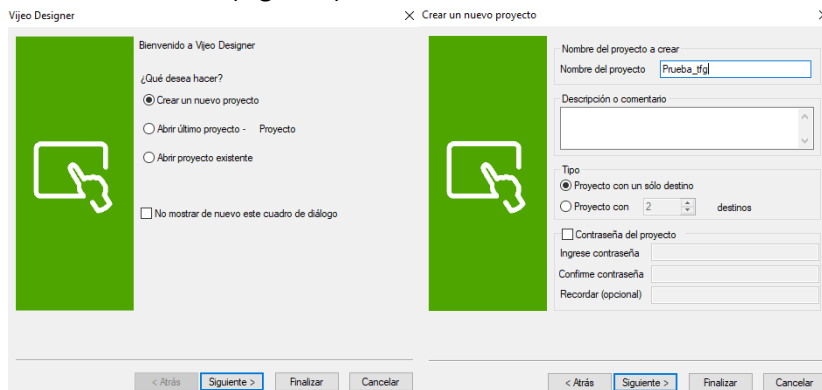

Figura 1. Captura de cómo crear un proyecto nuevo.
2. Crear un proyecto nuevo: presionamos siguiente, nombramos el proyecto y presionamos finalizar (Figura 1).